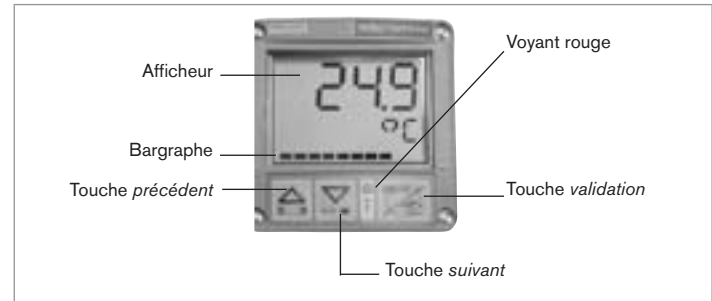

Fig. 22 : Description de l'afficheur
- d'un afficheur qui indique la température mesurée, la configuration et un bargraphe (voir Fig. 22) ;
- d'un voyant rouge qui indique l'état de commutation de la sortie transistor ou relais (voir Fig. 22) ;
- de trois touches de navigation (voir Fig. 22 et tableau ci-après).